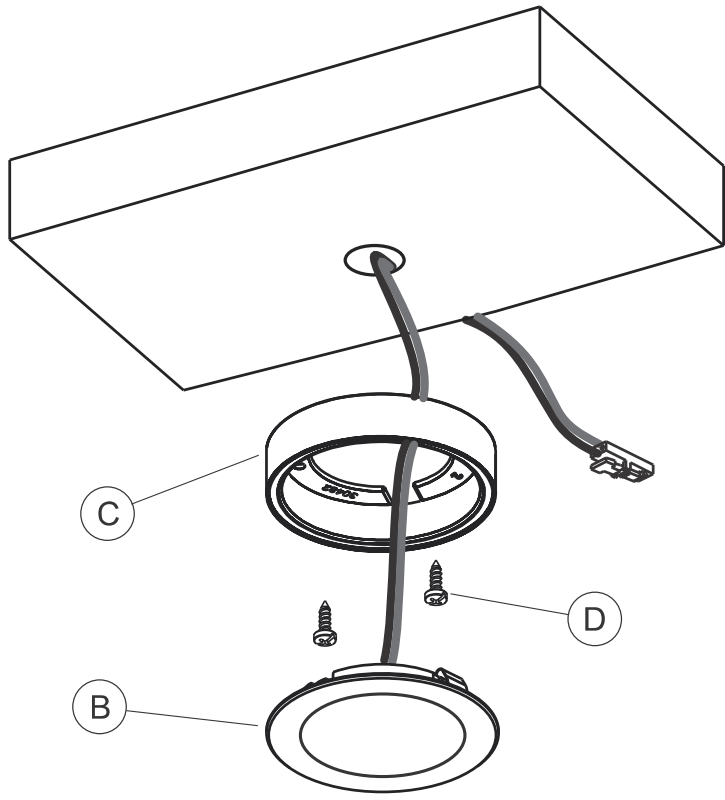

Fig 5
- Rögzítse az adaptert (C) a kívánt helyre a csomagban található csavarokkal (D), majd helyezze be a lámpát (B) egy enyhe nyomással. Lásd Fig.5.